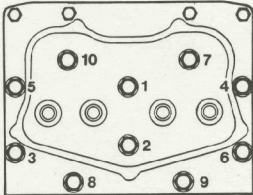

Abb. 1
1. Arbeitsgang : Anzug mit 12 + 18 m.da.N - Abb. 1